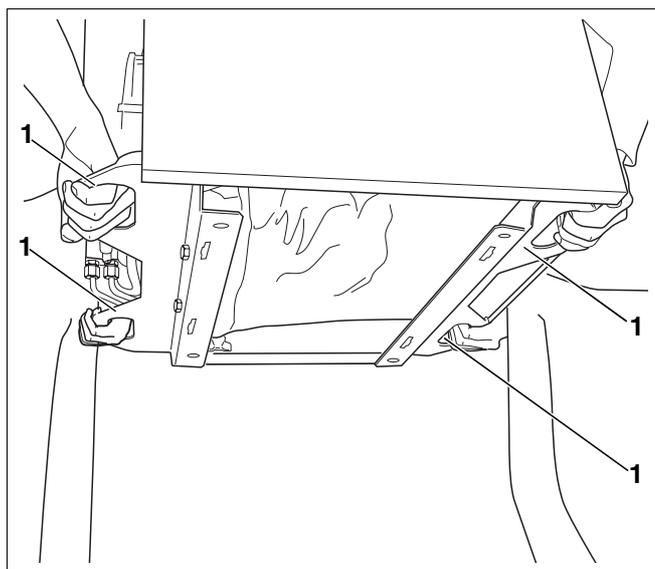

Fig. 16 Sollevamento e trasporto della caldaia
La caldaia Logano G135 può essere sollevata, assicurandosi la presa tramite le maniglie della traversa in basso (fig. 16, **pos. 1**) ed essere così trasportata fino al luogo di posa.
- Sollevare e trasportare la caldaia utilizzando solo le apposite maniglie (fig. 16, **pos. 1**).
- Sollevare la caldaia tramite le maniglie della traversa (fig. 16, **pos. 1**) e trasportarla fino al luogo di posa.